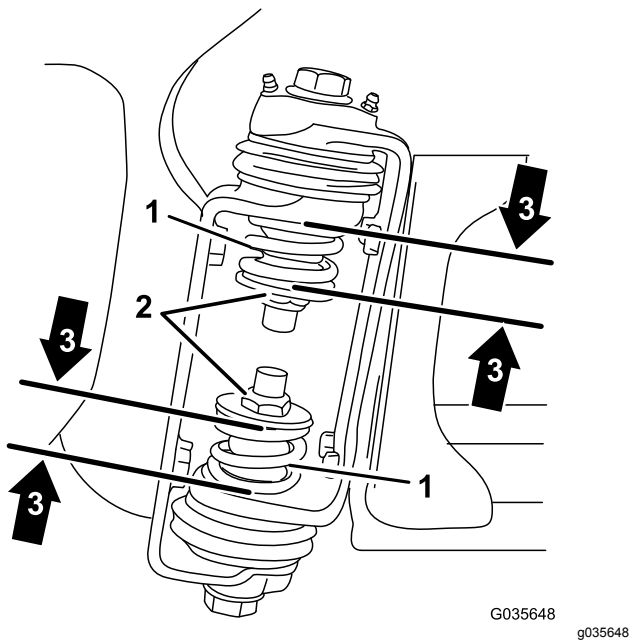

Figura 49
3. Na dobradiça da secção, meça a compressão das molas superior e inferior enquanto as secções estão na sua posição estendida (Figura 49).